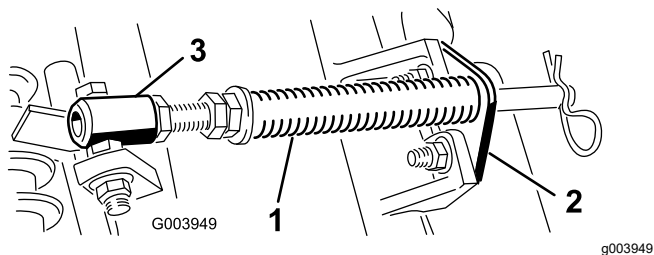

Figura 5
- A. Retire os dois parafusos de carroçaria e porcas que prendem o suporte da barra aos separadores da unidade de corte (Figura 5).
- B. Retire a porca flangeada que prende o parafuso com cabeça do tubo de mola ao separador da estrutura de suporte (Figura 5). Retire o conjunto.